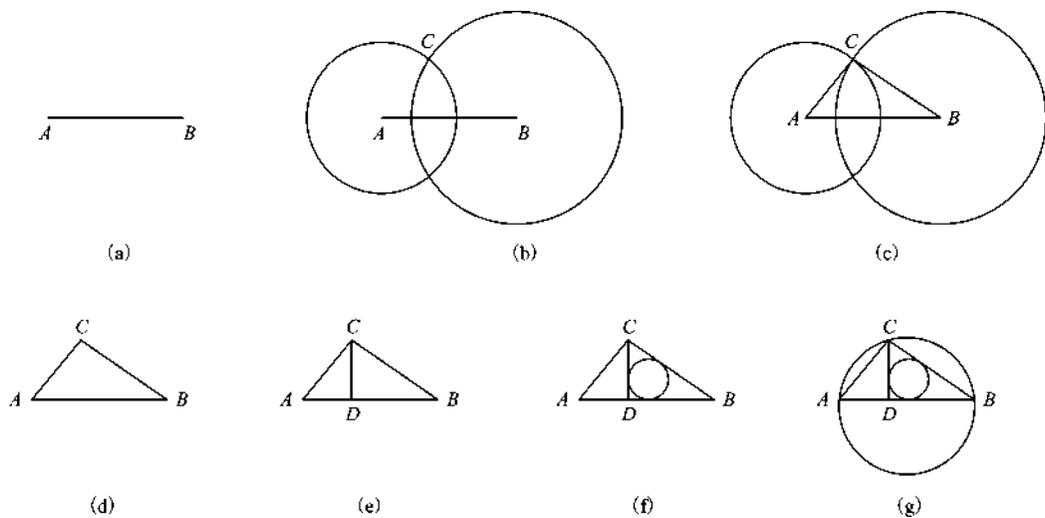

图 1-33 圆实例分步操作
- ① 绘制直线  $AB$ , 如图 1-33(a) 所示。
- ② 以  $A$  为圆心, 以  $AC$  长 50 mm 为半径画圆。以  $B$  为圆心, 以  $BC$  长 70 mm 为半径画圆。两圆交于  $C$  点, 如图 1-33(b) 所示。
- ③ 连接  $AC$ 、 $BC$ , 如图 1-33(c) 所示。
- ④ 删除两个辅助圆, 结果如图 1-33(d) 所示。
- ⑤ 作  $AB$  边的高  $CD$ , 如图 1-33(e) 所示。
- ⑥ 利用“相切、相切、相切”画圆方式绘制三角形  $DBC$  的内切圆, 如图 1-33(f) 所示。
- ⑦ 利用“三点”画圆方式绘制三角形  $ABC$  的外接圆, 如图 1-33(g) 所示。